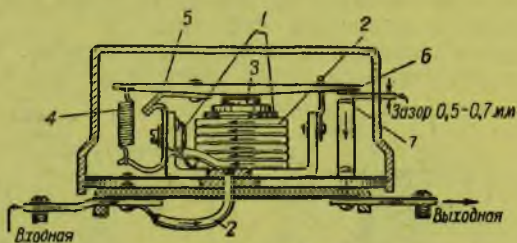
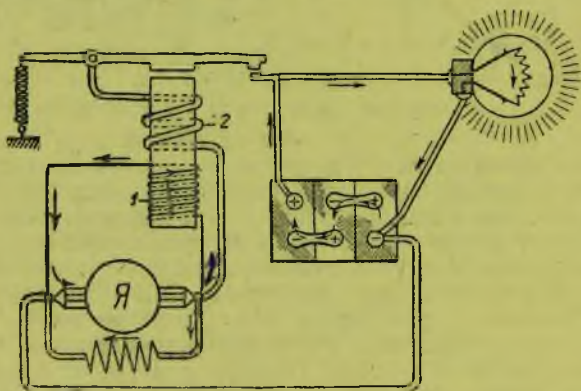

Рис. 128. Реле
Рис. 129. Размыкание контактов реле при малых оборотах двигателя
Реле представляет собой электромагнитный выключатель (рис. 128). Когда двигатель не работает и якорь генератора неподвижен, вся система электрооборудования питается от аккумулятора, который присоединен непосредственно к потребителям тока. Когда же двигатель работает на малых оборотах, а динамо вырабатывает ток, но недостаточной силы, последний течет только по обмотке подмагничивания (1). В это время в обмотке (2) тока не будет, так как цепь ее разомкнута (рис. 129). Чем быстрее станет вращаться вал двигателя, а следовательно, и якорь генератора, тем большей